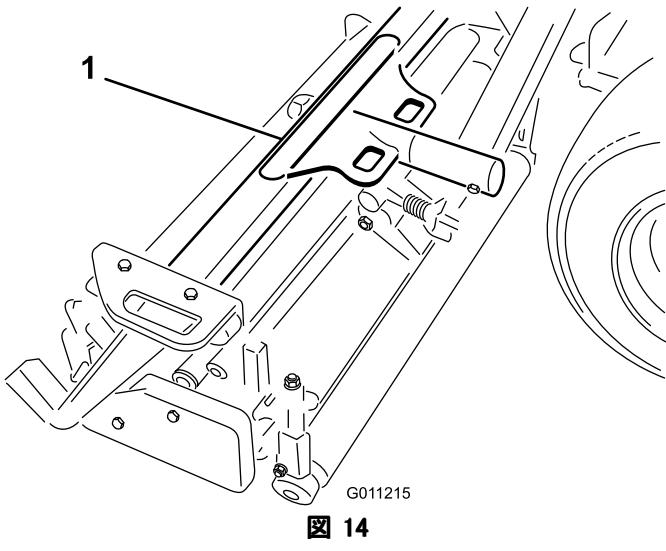
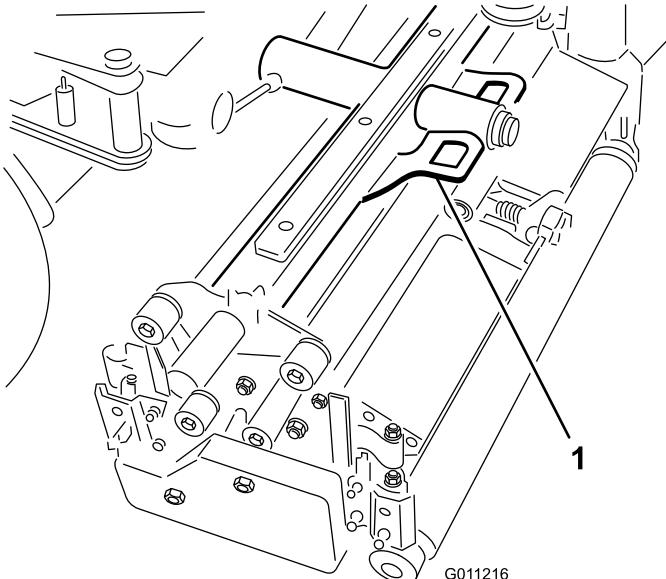
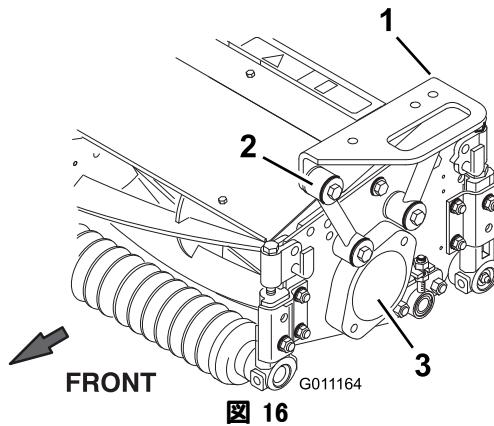

図 14
図 15
図 16
2. 前キャリア・フレーム (図 14) を各前カッティングユニットに載せる。取り付け穴を取り付けリンクに合わせる (図 16)。
3. 後キャリア・フレーム（図 15）を後カッティングユニットに載せ、取り付け穴を取り付けリンクに合わせる（図 16）。
4. キャップスクリュ ((3/8 x 2-1/4 inch)、平ワッシャ 2 個、ロックナット 1 個を使用して、取り付けリンクとキャリア・フレームを連結する（図 16）。取り付ける時にリンクの各側にワッシャを入れる。4.3 kg.m にトルク締めする。
- 残りのカッティングユニットからは、ベアリング・ハウジングに入っている出荷用のプラグ（栓）を取り出す（図16）。